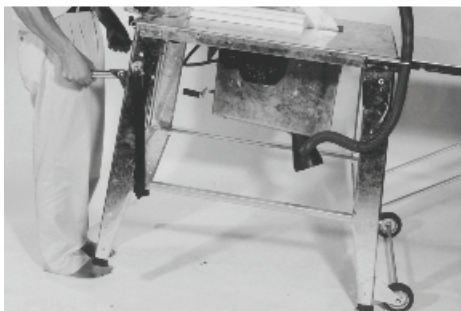

Fig. 23
- La macchina è facilmente mobile (vedi fig. 23).